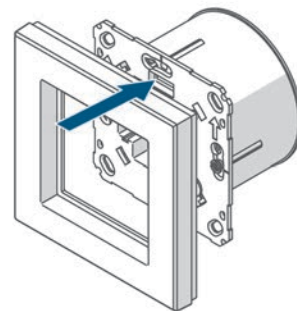

Abbildung 7
- Halten Sie die Systemtaste für 4s gedrückt (*Abb. 7*).